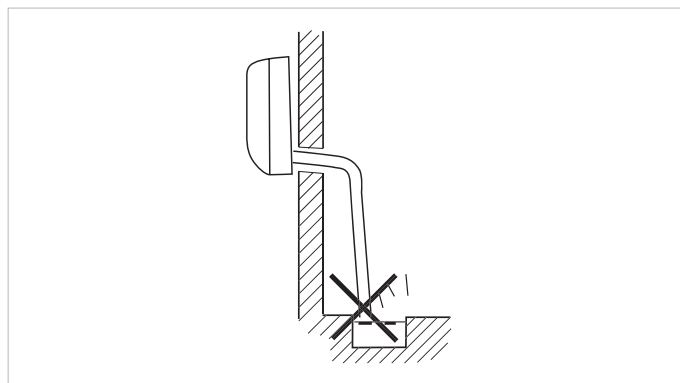

**Afb. 9.4 Minimumafstand tot de bodem.**
- Installeer de condensatiewaterleiding zodanig dat de afstand tot de bodem van het vrije uiteinde minstens 5 cm bedraagt (zie afbeelding 9.4).